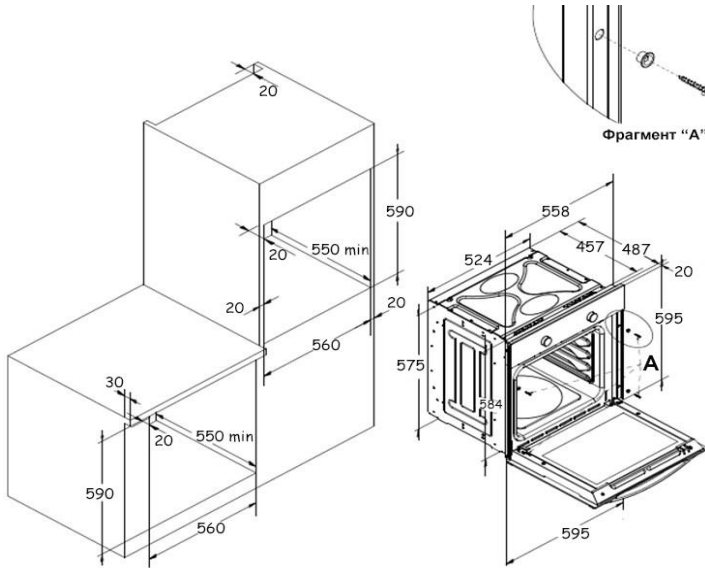

Рис. 6: Схема установки
2. При вставке духовки в шкаф важно, чтобы обеспечивалась достаточная вентиляция, для этого надо снять заднюю панель мебели и оставить отверстие не менее 85-90 мм, как показано на рис. 6.